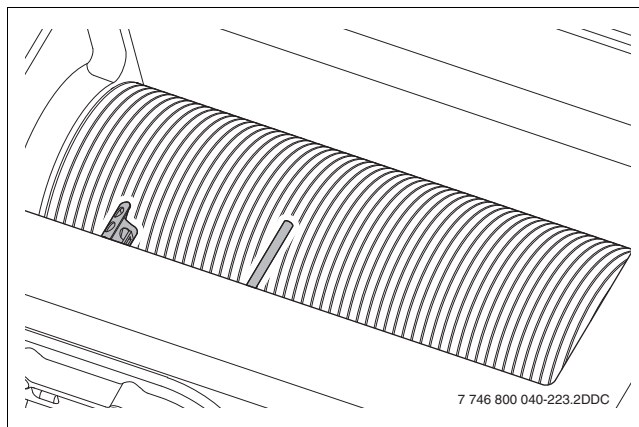
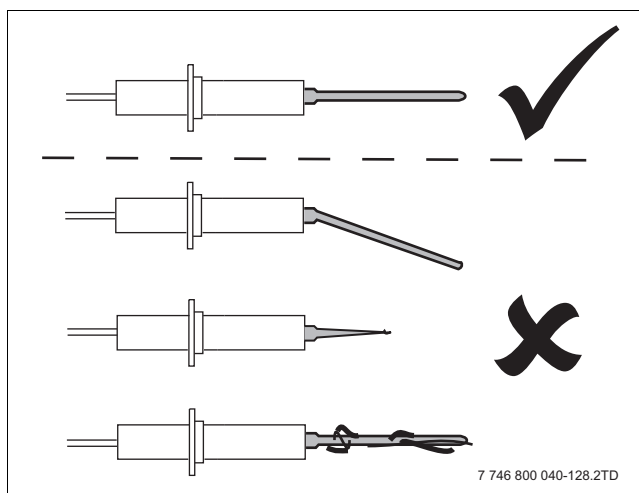
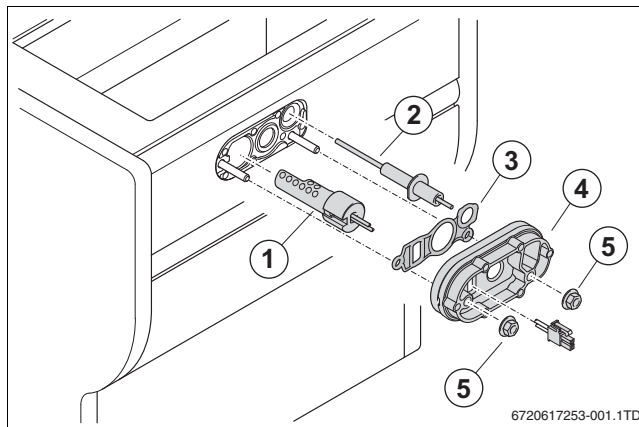

Bild 55 Zündanlage prüfen
Bild 56 Überwachungselektrode prüfen
Bild 57 Zündung
- Alle 4 Jahre die Gummidichtung (→ Bild 57, [3]) und die Abdeckplatte mit Dichtung (→ Bild 57, [4]) ersetzen.
- Separate Teile der Zündanlage (→ Bild 57) auf Verschleiß, Beschädigung oder Verschmutzung prüfen (→ Bild 55 und Bild 56).